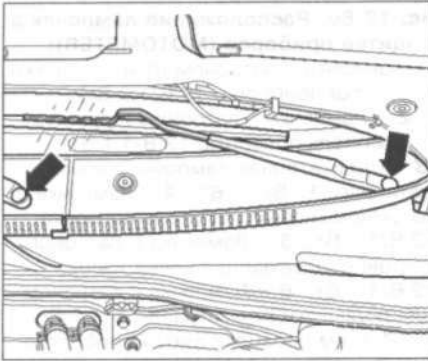

Рис. 12.11. Снимите крышки (стрелки) с помощью отвертки.
2. Снимите крышки (стрелки) с помощью отвертки (рис. 12.11).